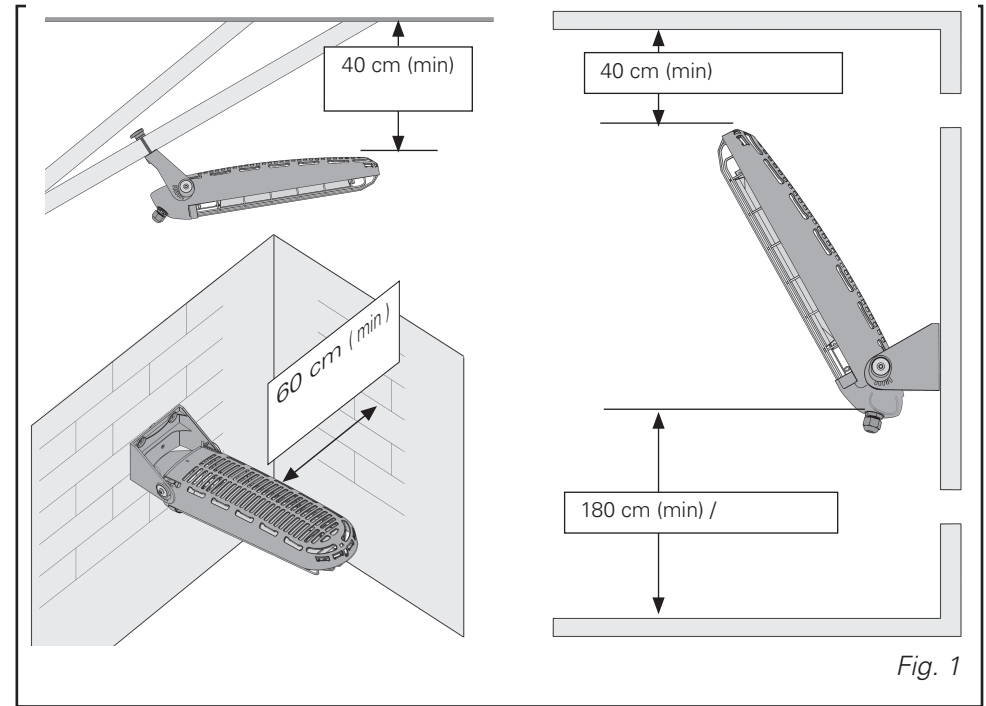

Fig. 1
2. Minimum 40 cm légrést kell hagyni a mennyezet és a hő sugárzó teteje között. Faltól 60 cm távolságra kell elhelyezni (fig. 1).
4. A padlótól minimum 180 cm távolságra kell felszerelni (fig. 1). Mosdókban az 1 és 2 zónákban 225 cm ez a távolság, a 3-as zónában pedig a magyar szabványok szerinti.